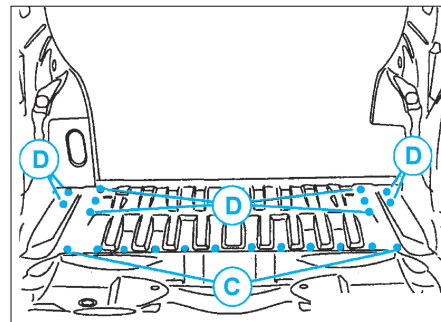
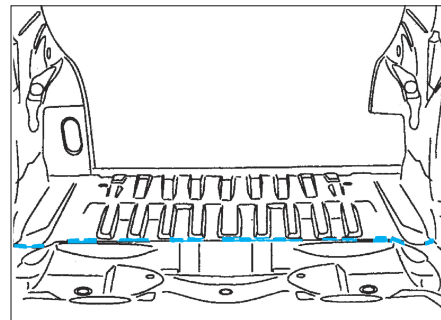

FIG. 157
FIG. 158
- Souder par points bouchons au MIG suivant (C) et meuler (**Fig.157**),
- par points électriques suivant (D) (avec l'équipement FA1),
- la coupe par cordon au MIG (**Fig.158**).